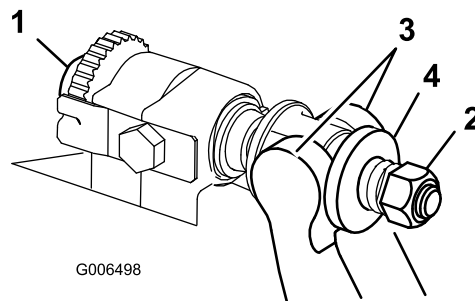

Figura 29
1. Ruotate le viti di regolazione del pianale in senso antiorario per far arretrare la controlama dal cilindro (Figura 29).
2. Ritirate il dado di tensione della molla, fino a quando la rondella non è più in tensione contro il pianale (Figura 29).